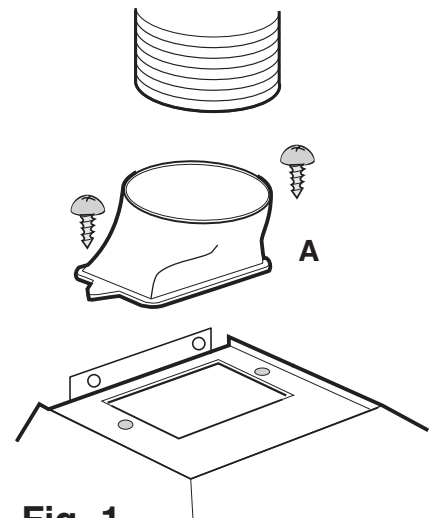

Fig. 1
- L'air est rejeté à l'air libre par un conduit raccordé sur le tuyau d'évacuation A. **Fig. 1.**